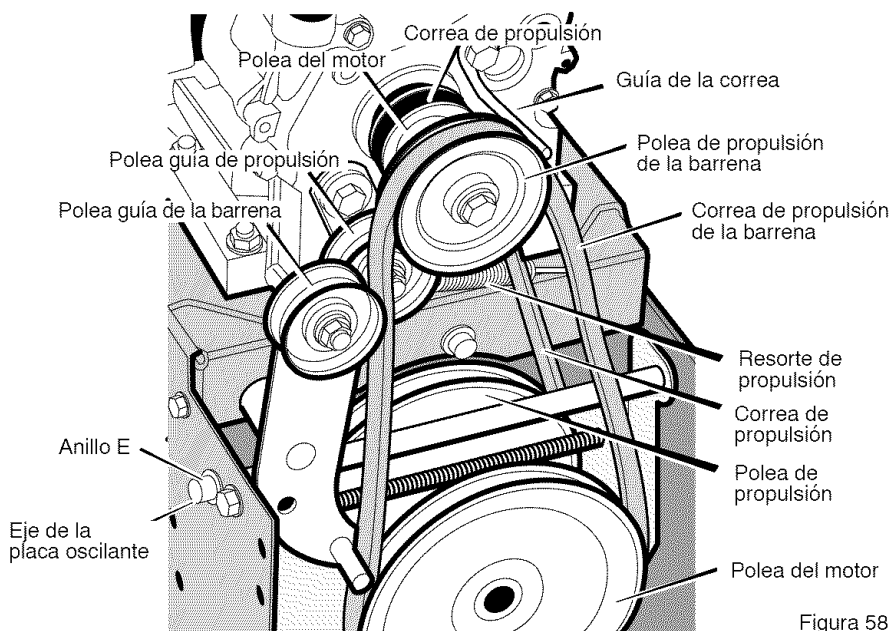

Figura 58
3. Afloje la tuerca de la polea guía de la barrena y mueva esta última hacia la correa un octavo de pulgada aproximadamente (3 mm) (Figura 58).
- Afloje la **guía de la correa**. Separe la **guía** de la **polea de propulsión de la barrena** (Figura 58).
la **correa del propulsor de la barrena** por una correa de repuesto original de fábrica disponible en un centro de servicio autorizado (Figura 58).
3. Quite el **anillo E** de uno de los extremos del **eje de la placa oscilante**. Quite este **eje** para que la placa oscilante gire hacia adelante (Figura 58).